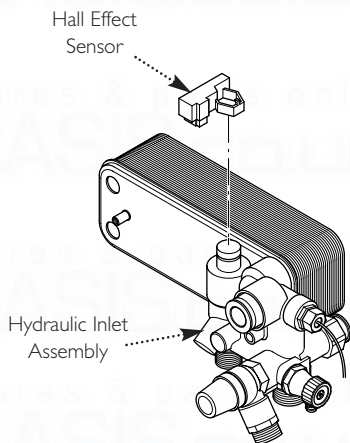

Fig. 84
14.17 Hall Effect Sensor (Fig. 84)